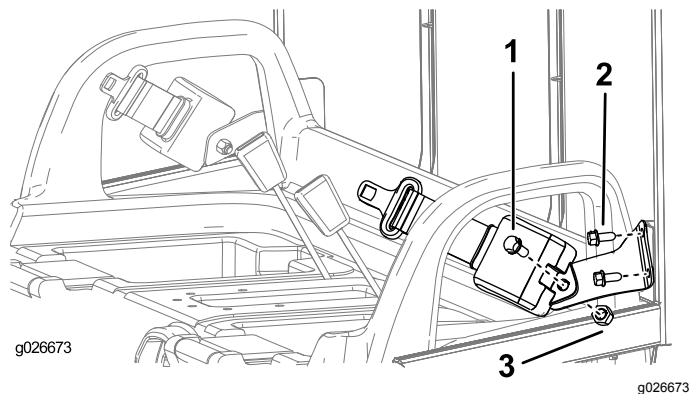

Figura 7
1. Monte un soporte de cinturón de seguridad en cada pestaña del ROPS con 2 pernos (3/8 pulgada), según se muestra en Figura 7.
3. Monte el extremo retraíble de cada conjunto de cinturón de seguridad en el soporte de anclaje correspondiente con un perno (7/16") y una tuerca (7/16") (Figura 7).